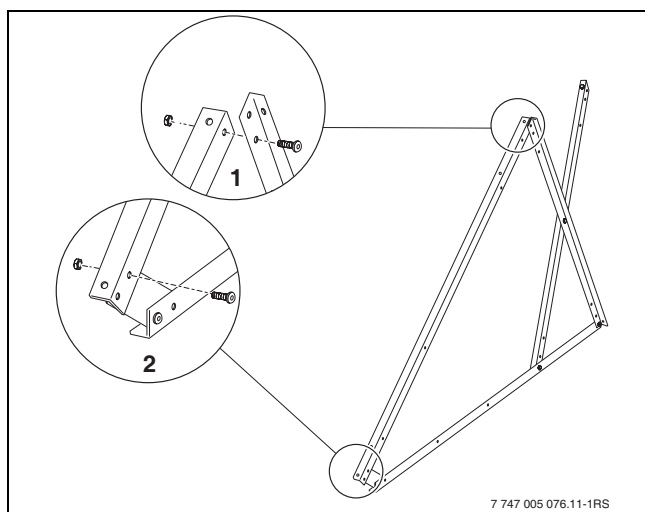

Fig. 18 Monter le rail de support-captur
- ▶ Visser les rails de support-captur en haut au rail de support-ballon (→ fig. 18, [1]) et en bas à l'appui [2].